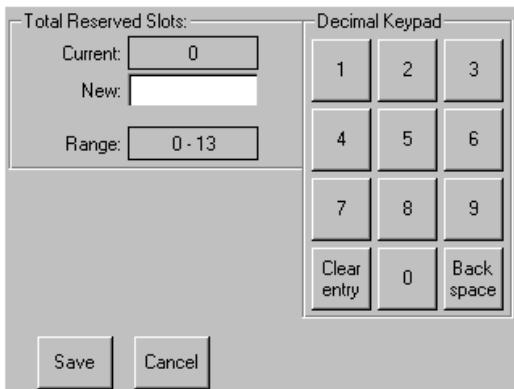

Abbildung 29 Bildschirm mit Ziffernblock für reservierte Fächer
- Drücken Sie auf die zugehörige Schaltfläche neben der Option **Total Reserved Slots** (Anzahl reservierte Fächer, siehe Abbildung 29).